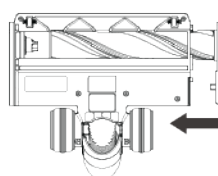

Figure 19
2. Retirer la brosse à rouleau électrique de la rallonge en aluminium en appuyant sur le bouton bleu de verrouillage/déverrouillage (voir Figure 19, page 34).
6. Une fois le nettoyage terminé, insérer l'embout de la brosse à rouleau dans la brosse à sol électrique (Figure 19).